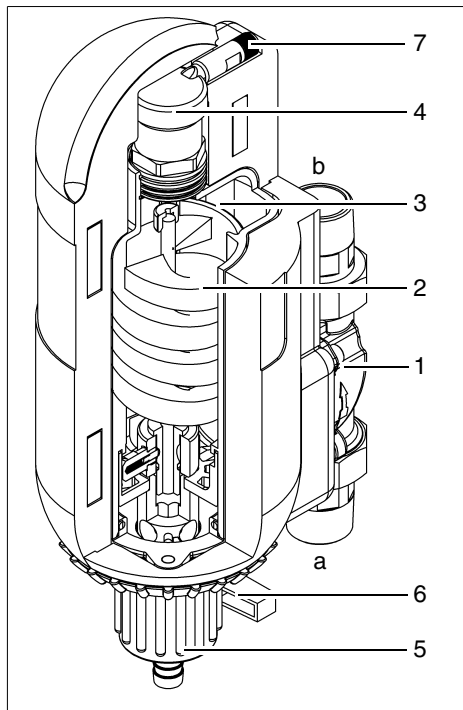

Fig. 10: Description fonctionnelle
L'eau du circuit de chauffage passe à travers les brosses rondes du filtre (2) du haut vers le bas durant la phase de rétrolavage (écoulement dans le sens inverse), ainsi les impuretés sont évacuées par le bas par l'ouverture du robinet à boisseau sphérique. Après l'évacuation d'environ 2 à 3 litres d'eau de rétrolavage, refermez le robinet à boisseau sphérique de façon étanche. Tournez le volant manuel (5) jusqu'à la butée vers la droite. Ainsi, le filtre de protection à rétrolavage est à nouveau en service. La poignée du robinet à boisseau sphérique (6) est à présent tournée vers la partie postérieure du filtre de protection à rétrolavage (cf. fig. 10).